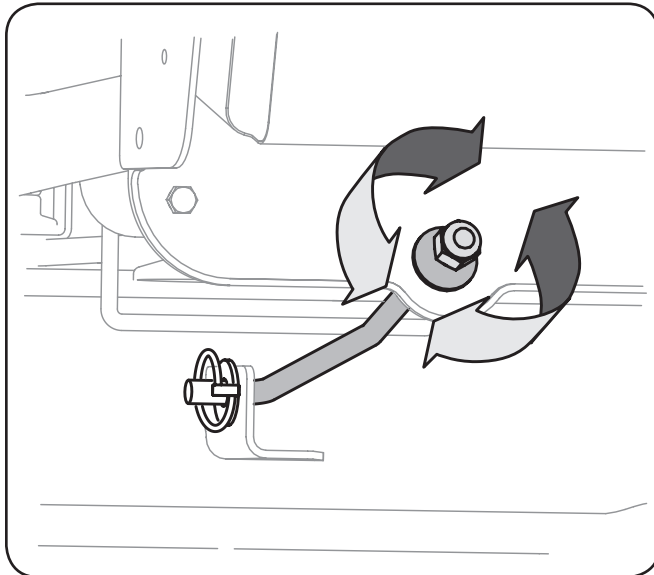

Figure 6-4
3. Para bajar la parte delantera de la plataforma, afloje (rosca hacia afuera) la tuerca hexagonal, alejándola de la ménsula de suspensión frontal. Véase la Figure 6-4.